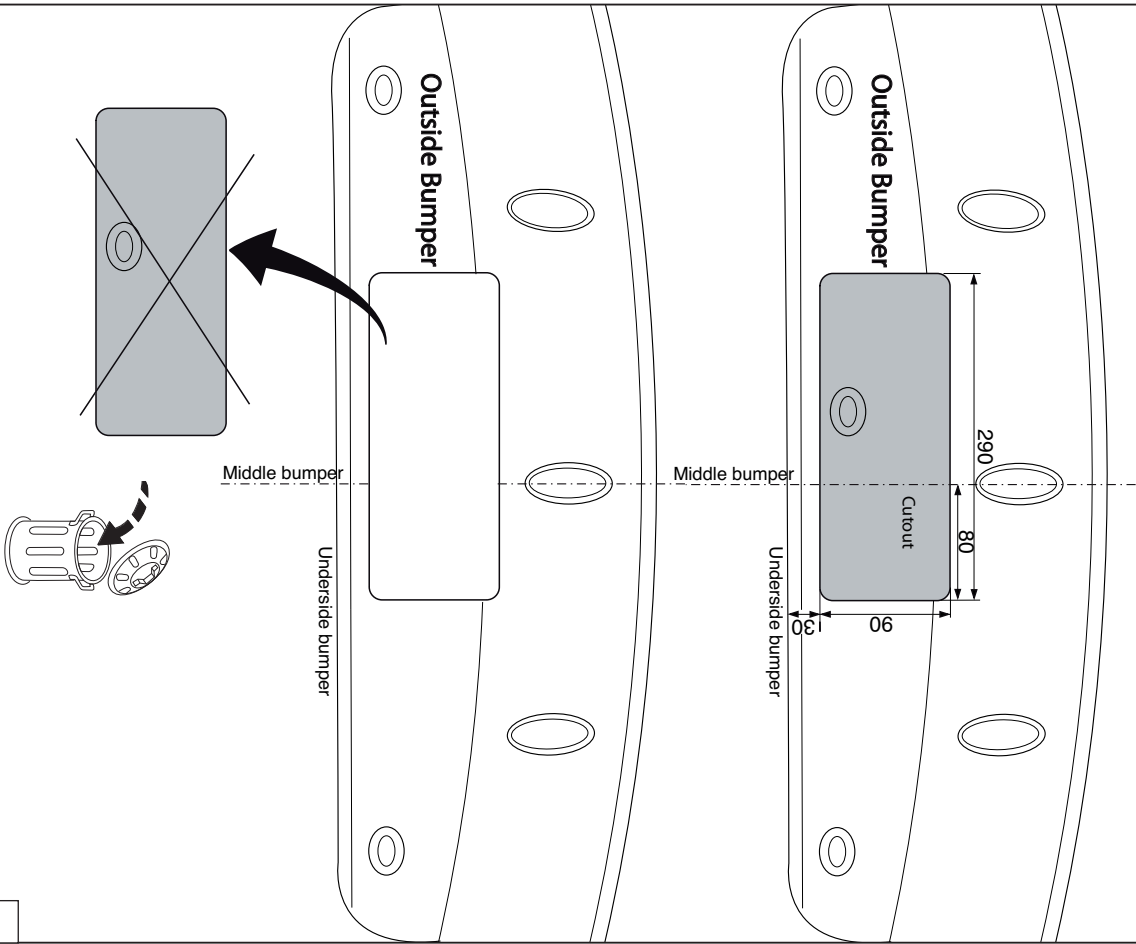

Fig.2
11. Выпилить обозначенные части, как указано на рис. 2 + 2a.